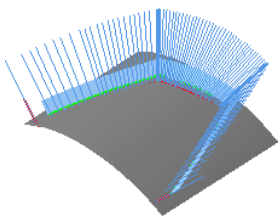

图 7.8.8 刀具路径
Step 4. 单击“多轴刀路 - 与多条曲线平行”对话框中的  按钮，此时系统将自动生成图 7.8.8 所示的刀具路径。
Step2. 在“路径模拟控制”操控板中单击  按钮，系统将开始对刀具路径进行模拟，结果与图 7.8.8 所示的刀具路径相同，单击“路径模拟”对话框中的  按钮，关闭“路径模拟控制”操控板。
Step3. 保存文件模型。选择下拉菜单    保存(S) 命令，保存模型。